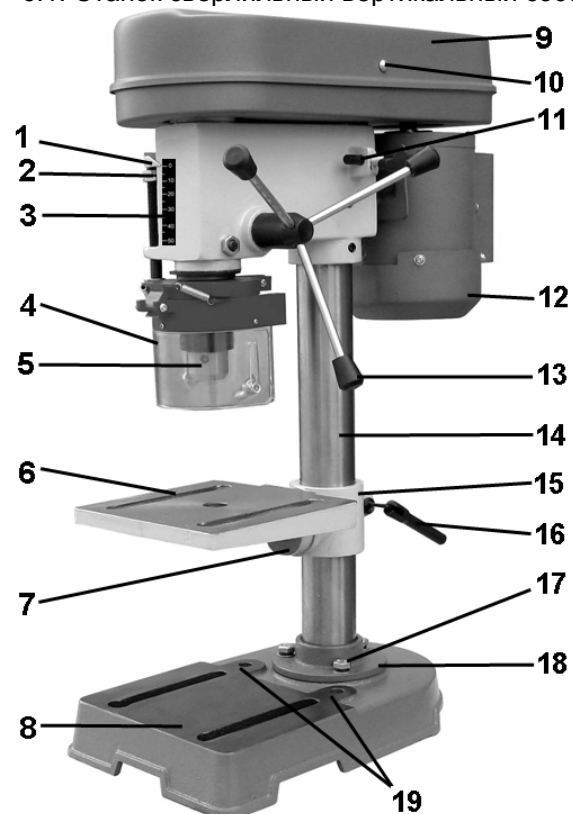

Рис. 2
6.1. Станок сверлильный вертикальный состоит из следующих сборочных единиц и деталей, Рис.2,3:
Перед использованием станка, его необходимо закрепить на ровной поверхности верстака (рабочего стола) при помощи двух резьбовых соединений (не комплектуются) через отверстия (19) в основании (8), Рис.2. Обязательно используйте при креплении плоскую и пружинную шайбы на каждый болт (не комплектуются).
9.1. Установите на ровную прочную поверхность верстака основание (8) станка, Рис.2.
9.2. Установите на основание (8) колонну (14), Рис.2 и закрепите опору (18) колонны (14) тремя прилагаемыми болтами (17), Рис.2.
9.3. Установите рабочий стол (6) на колонне (14), положение зажимной муфты (15) закрепите ручкой фиксации (16), Рис.2.
9.5. Установите ручки подачи (13), Рис.2,4.
9.7. Установите сверлильный патрон (5), Рис.2, на шпиндель станка, (предварительно необходимо удалить с его
поверхности смазку, а также очистить от смазки внутреннюю посадочную поверхность сверлильного патрона (5), Рис.2). Закрепите сверлильный патрон (5), Рис.2, на шпинделе легким ударом через деревянный брусок, кулачки сверлильного патрона (5) при этом должны быть сведены.
9.8. Установите и закрепите защитный экран (4) на посадочное место.